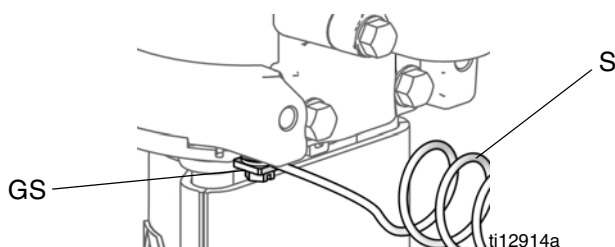

FIG. 4. Jordskrue og kabel
Se FIG. 4. Sørg for, at jordskruen (GS) er monteret og ordentligt fastspændt på luftmotoren. Slut den anden ende af jordkablet (S) til en sikker jordforbindelse.